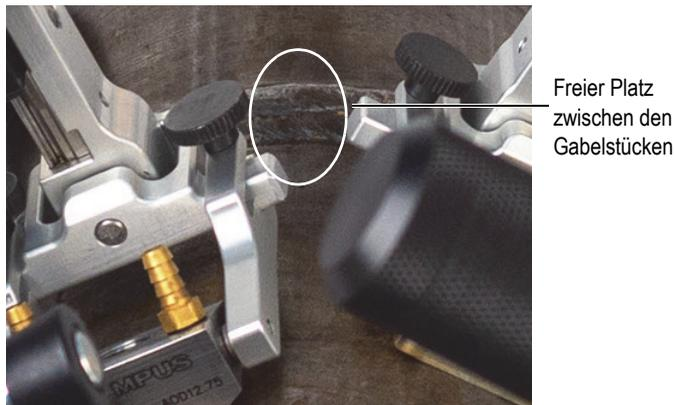

Abbildung 2-4 Spanner dürfen sich nicht berühren
5. Wenn Sie den HSMT-Flex Scanner an kleineren Rohren verwenden, vergewissern Sie sich, dass sich die Gabelstücke nicht berühren (Abbildung 2-4 auf Seite 39).